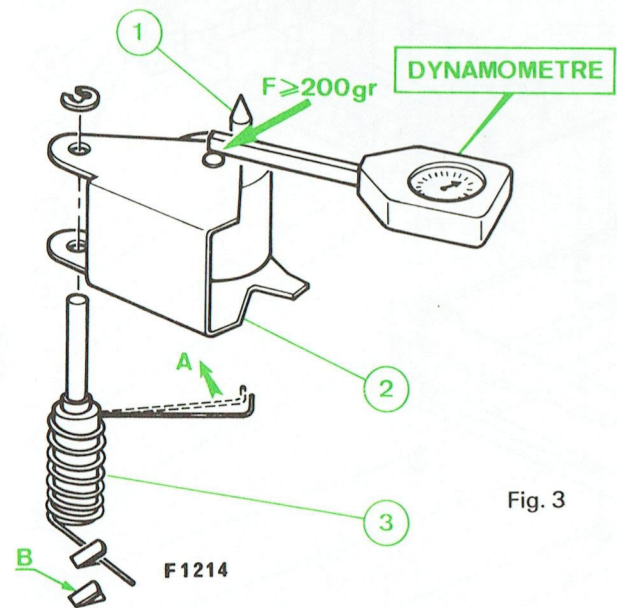

Fig. 3
A. RÉGLAGE DE LA FORCE D'APPUI DU GALET PRESSEUR (Fig. 3)
- Appliquer le palpeur d'un dynamomètre sur le galet presseur (2) et mesurer la force d'appui.